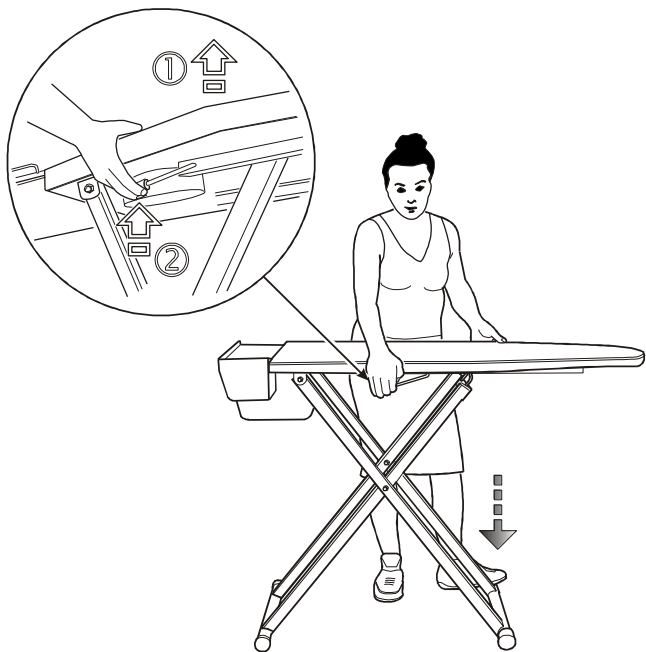

Fig. 7
2. Alzare leggermente il tavolo verso l'alto e schiacciare completamente la leva dell'asse (fig. 7). **ATTENZIONE:** se prima non si alza leggermente il tavolo verso